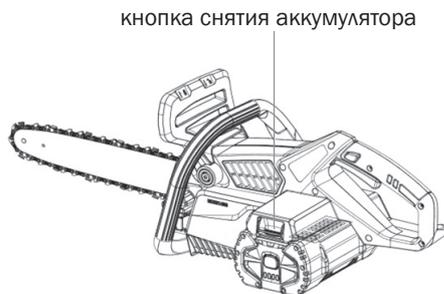

Рис. 4
2. Нажмите кнопку снятия аккумулятора, чтобы отсоединить аккумулятор от фиксатора. (Рис. 4).